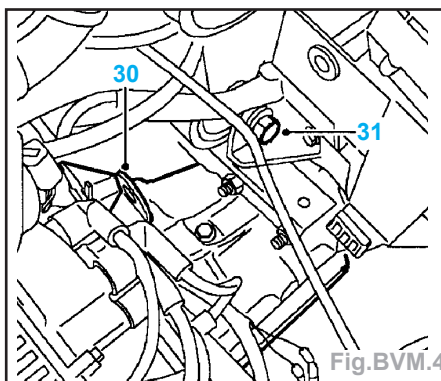

Fig.BVM.4
- Installer un support de levage (30) approprié sur la boîte de vitesses et attacher l'équipement de levage (Fig.BVM.4).